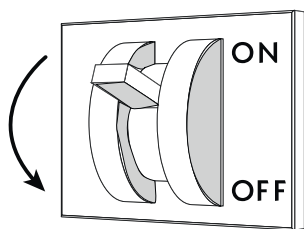

Abb. 39
- Trennen Sie das Kühlmöbel mit Hilfe des Wandschalters vom Stromnetz ("Abb. 39").